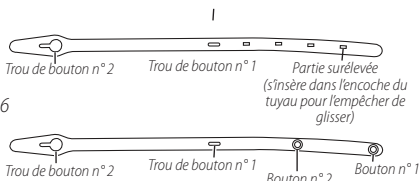
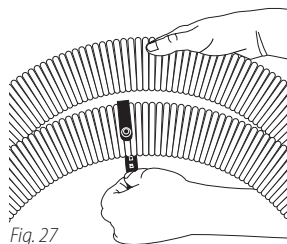

Fig. 26
Fig. 27
61. Enroulez la sangle **19** **Fig. 26** autour du tuyau **12** en alignant les parties surélevées à l'arrière de la sangle **19** dans une encoche sur le tuyau **12**. **Fig. 27.**